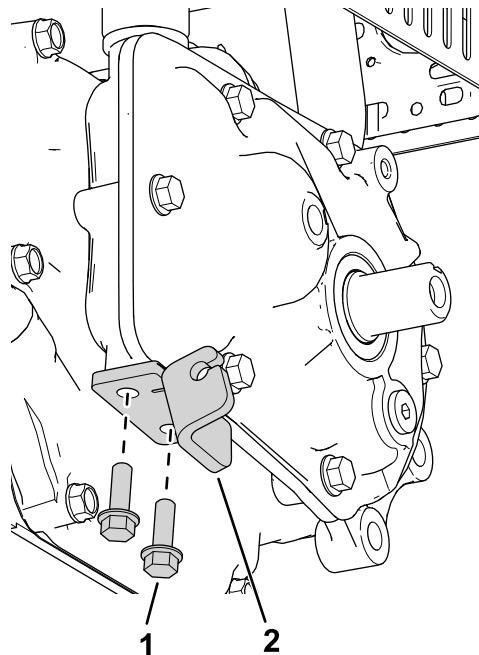

图 1
1. 如图 1 所示用 2 个螺栓 $1/4 \times 3/4$ 英寸安装离合器板。